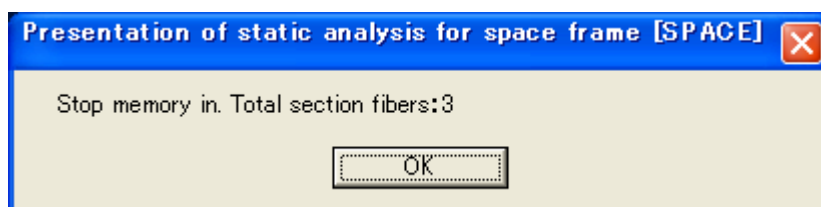

図 8-18 「取り込まれた個数を表示する」ダイアログ
5. 最後にファイバー要素上でないところで右クリックすると、取り込まれた個数を示すダイアログが表示される (図 8-18 参照)。